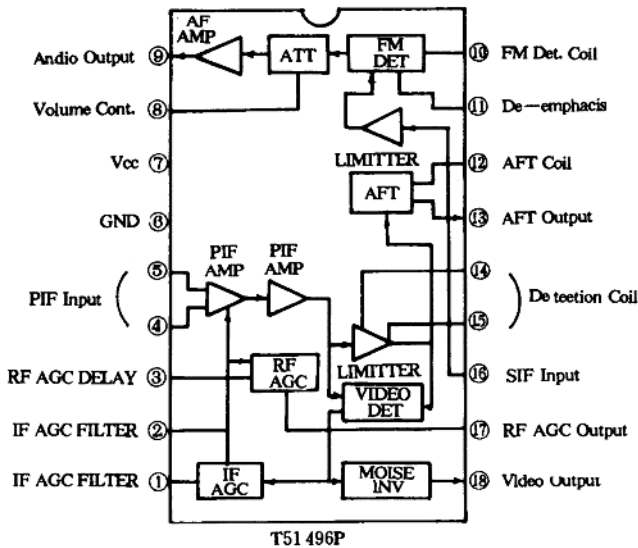

图 1-8 T51496P 内部框图和管脚功能
(2)T51496P 介绍:T51496P 集成电路是 18 脚、双排塑封电路,供电电压为 +9V,其框图以及各管脚功能见图 1-8 所示。
①IF 电路:
②视频检波:
- 检波输出(T51496P⑩脚输出)负极性视频信号,峰峰值为 2V($V_{CC}=9V$)。